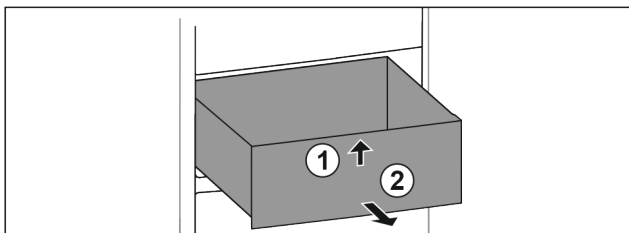

Fig. 83
- Schubfach vorne anheben. Fig. 83 (1)
- Schubfach nach vorne entnehmen. Fig. 83 (2)